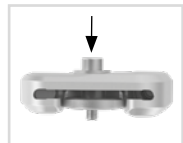

Fig. 9
- 5 Monter dekkplaten ved at den presses sammen med presskruen og underlagsskiven (fig. 9).